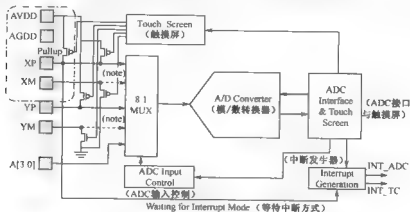

图 14-1 S3C 2440 处理器 ADC 功能图
S3C 2440 处理器 ADC 功能图如图 14-1 所示，其中，虚线框中是与触摸屏有关的功能模块，初学时可以不考虑，学完 ADC 基本实验后，再看触摸屏部分即可。
从图 14-1 中可以看出，ADC 共有 8 路模拟输入，其中 XP、XM、YP 和 YM 是触摸屏使用的 4 路，剩下的 3 路模拟输入 A[0:3]可以用于一般的 ADC 输入通道。
- 中断法：转换完成后，产生 ADC 中断信号，如图 14-1 中的 INT_ADC 信号。